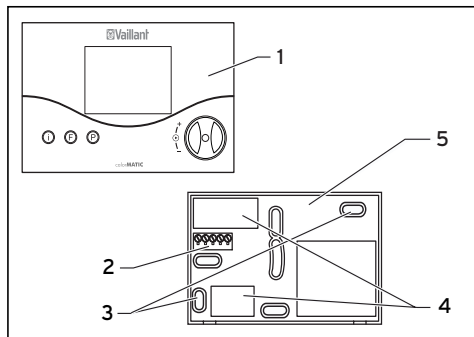
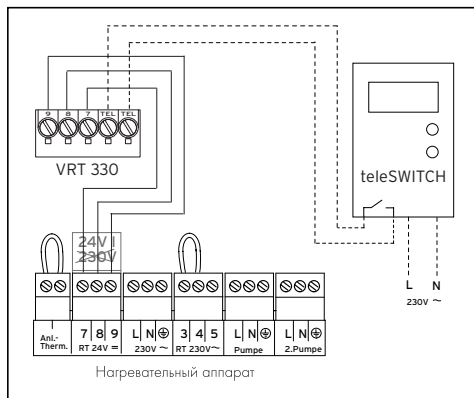

Рис. 9.1 Монтаж регулятора температуры помещения
Рис. 10.1 Подключение к электросети
- Вытащите регулятор температуры помещения (1) из настенного цоколя (5).
- Просверлите два отверстия (3) с диаметром 6 мм (как показано на рис. 9.1) и вставьте в них входящие в объем поставки дюбеля.
- Проведите соединительный кабель через кабельный ввод (4).
- Присоедините соединительный кабель, как показано на рис. 10.1.
- Установите регулятор (1) на настенный цоколь (5) таким образом, чтобы штифты на
- Присоедините устройство teleSWITCH, как показано на рис. 10.1. Соблюдайте также инструкцию по эксплуатации устройства teleSWITCH.